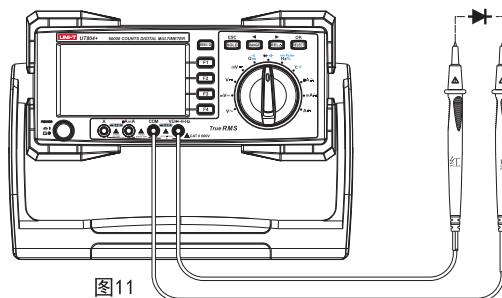

图11
- (1) 将红表笔插入" \blacktriangleright "插孔, 黑表笔插入"COM"插孔。红表笔极性为"+", 黑表笔极性为"-"。
- (2) 将仪表的旋转开关转到" \blacktriangleright \blacktriangleleft "测量档, 按SELECT键选择二极管测量档 \blacktriangleright , 如图11, 将表笔并联到被测二极管二端上。从显示器上直接读取被测二极管的近似正向PN结电压。